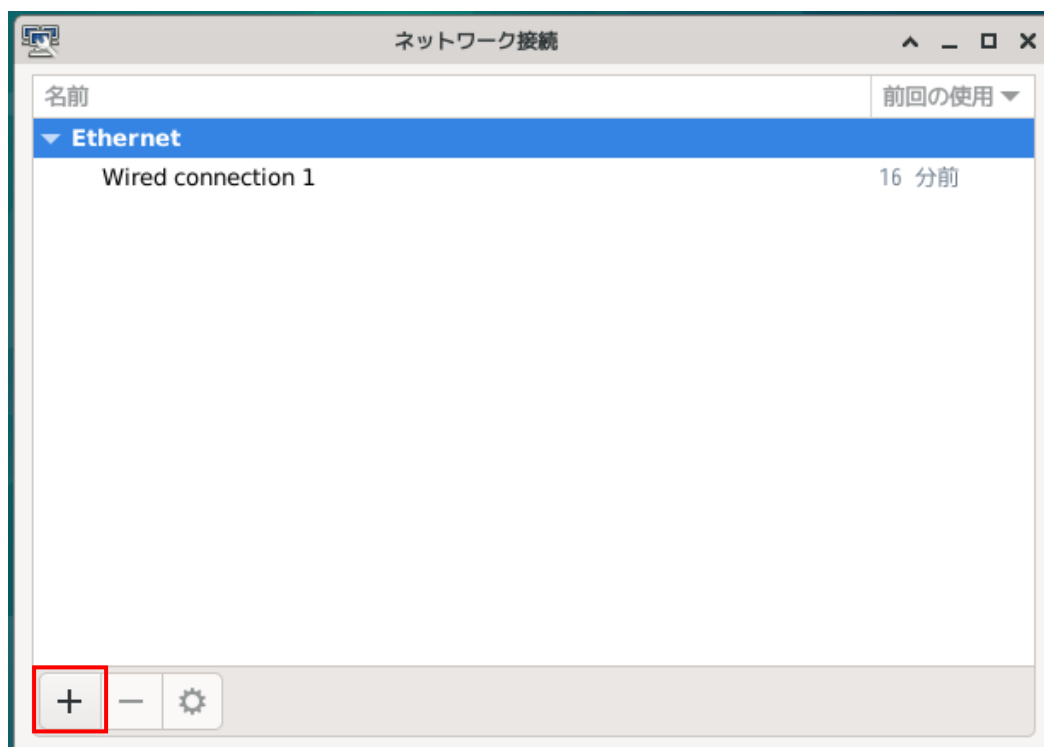

図 2-5-2. ネットワーク設定画面
- ② 図 2-5-2 のようなネットワーク設定画面が起動します。[+]ボタンをクリックします。